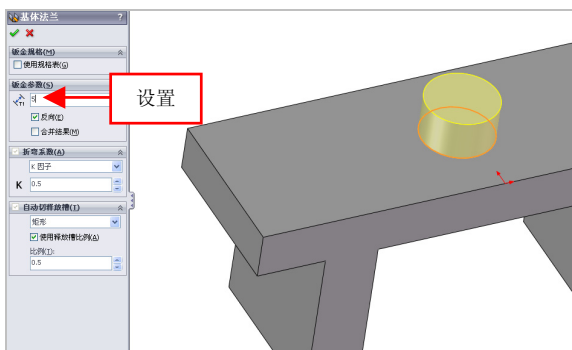

图 9-4 设置参数值
(4) 退出草图绘制环境, 弹出【基体法兰】属性管理器, 选中【反向】复选框, 设置【厚度】为 5, 如图 9-4 所示。